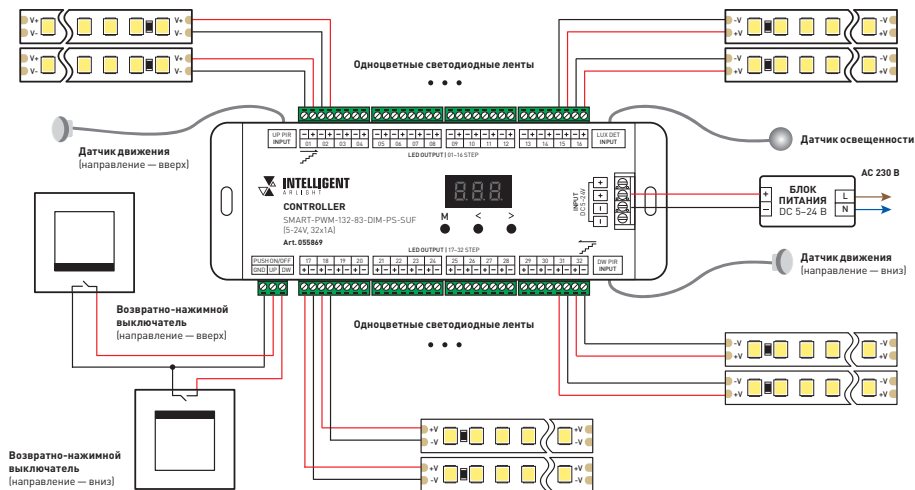

Рис. 3. Схема подключения
- 3.2. Подключите лестничный контроллер в соответствии со схемой на рис. 3.